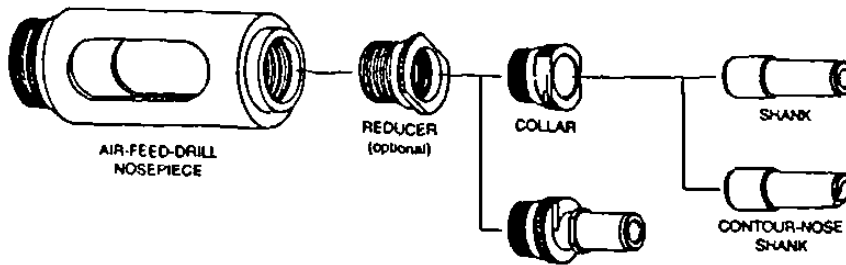
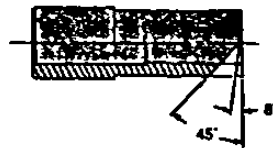

Figura 8-37. El ensamblaje de nariz de la perforación alimentadora de aire (neumática).
Figura 8-38. La espiga de la nariz de curva de nivelación está modificada para perforar superficies curvas o ranuradas.
8.1.3.1 Casquillos Estándar. Los casquillos de alimentación de aire estándar, Figura 8-37, tienen un adaptador fabricado de una espiga individual y de un collar (anillo). El collar fija (adhiera) la unidad a la nariz (punta) para perforación alimentadora de aire en forma directa o mediante un reductor opcional. La espiga puede tener un extremo plano o un diseño de nariz para curva de nivel. La nariz para curva de nivel es una espiga estándar modificada para aplicaciones donde las superficies curvas o ranuradas están perforadas. Como se muestra en la Figura 8-38, la espiga de nariz para curva de nivel tiene un relieve de doble ángulo, uno de 8° y el otro de 45°, en el extremo de la espiga.